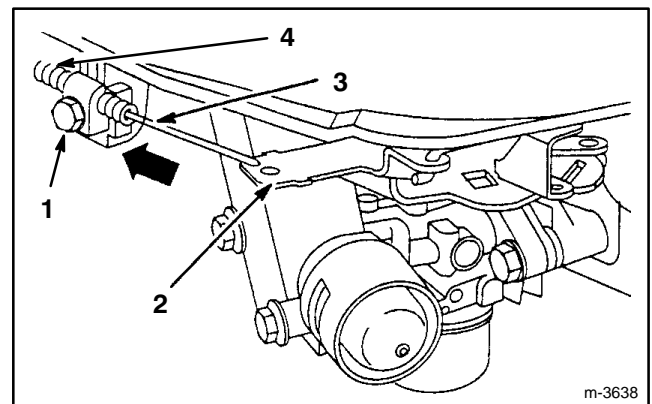

Figure 23
2. Desserrer la vis du serre-câble jusqu'à ce que le câble glisse librement (fig. 23).
3. Déplacer le levier de commande du régulateur, le câble d'accélérateur et sa gaine le plus loin possible dans le sens de la flèche (fig. 23).